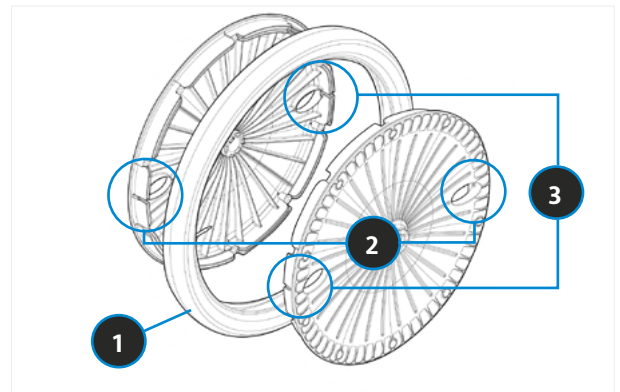

BILD 55 ORIENTIERUNG FELGEN - IMMER 2 AUF 3 LAMELLEN LEGEN
- Felgenhälften zusammendrücken und dabei die Orientierung der Lamellen beachten (siehe Bild 55).